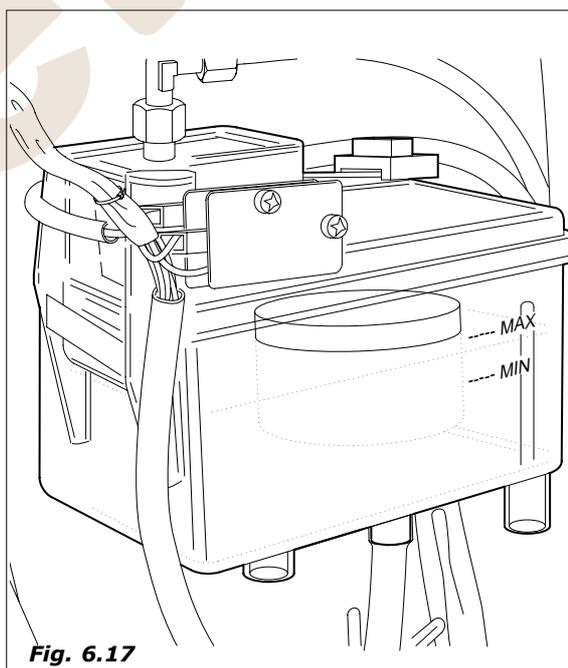

Fig. 6.17
- al llegar al nivel mínimo de la cubeta (Fig. 6.17), se pondrá en marcha la columna de vasos y el grupo de café dará una vuelta de prueba.